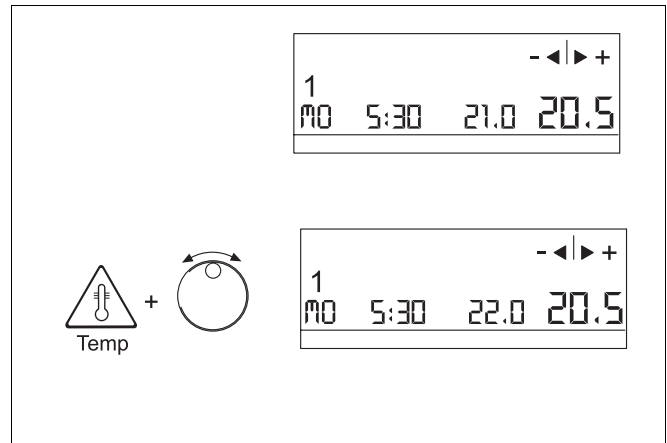

Abb. 15 Ändern der Raumtemperatur
- ▶ Drehknopf (Abb. 15) drehen, bis im Display „MO 5:30 21.0“ angezeigt wird.